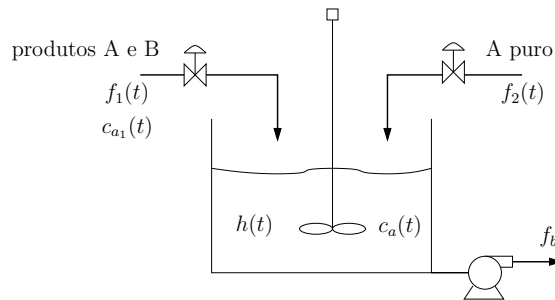

Figura 5: Controle de tanque de mistura com agitação.
5. Considere o mesmo processo de mistura do exercício anterior considerando as válvulas de controle e a bomba conforme mostrados na Figura 5. Para uma dada vazão fixa da bomba f_b , considerando a corrente 2 contendo somente o produto A e supondo que é possível a leitura somente do nível $h(t)$ e da concentração $c_a(t)$, explique como seria possível implementar estratégias de controle do do nível $h(t)$ e da concentração de saída $c_a(t)$ de forma que funcionem concomitantemente. Fundamente sua explicação com base nas funções de transferência obtidas no exercício anterior.